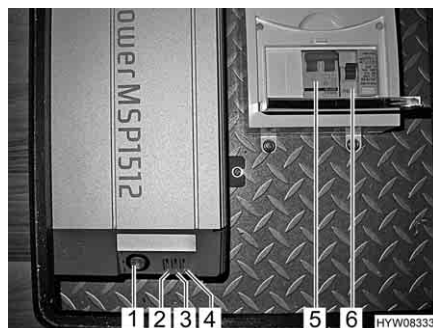

Fig. 62 Invertitore e altre scatole dei fusibili
- Se il veicolo è collegato all'alimentazione a 230 V, premere il tasto di controllo sull'interruttore di sicurezza per correnti di guasto (Fig. 62,6). L'interruttore di sicurezza per correnti di guasto (FI) deve scattare.